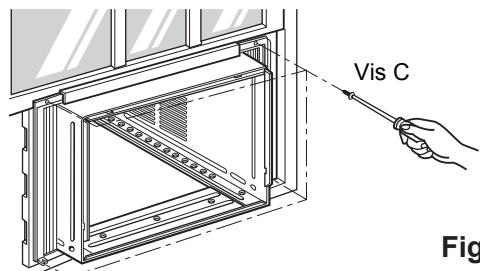

Fig. 6
9. Fixez chaque volet d'étanchéité ⑤ à la coulisse de châssis à l'aide de vis de type C. ① (Fig. 6)